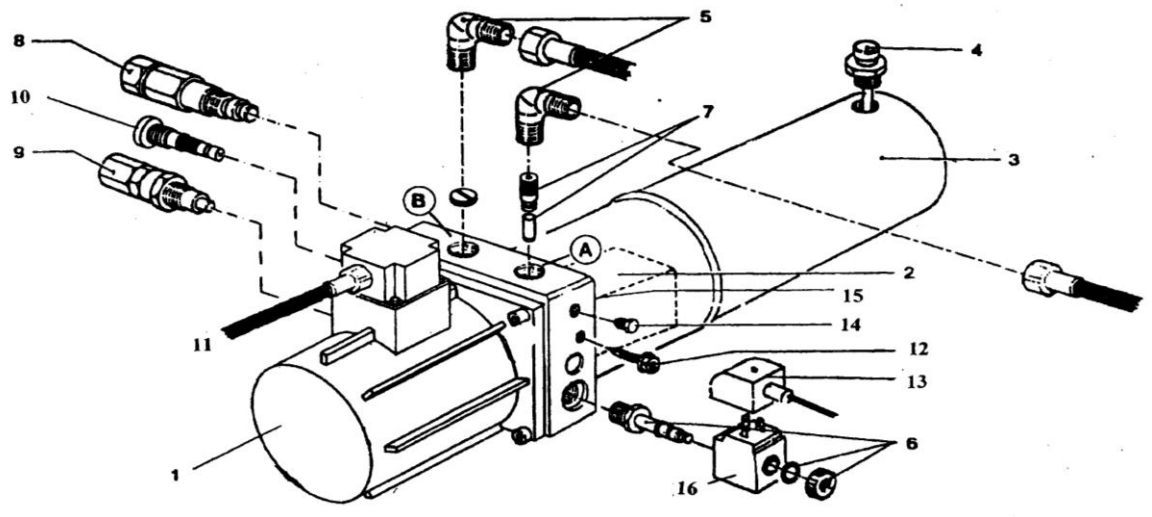

Рис. 3
- Устройство гидростанции (рис.3):